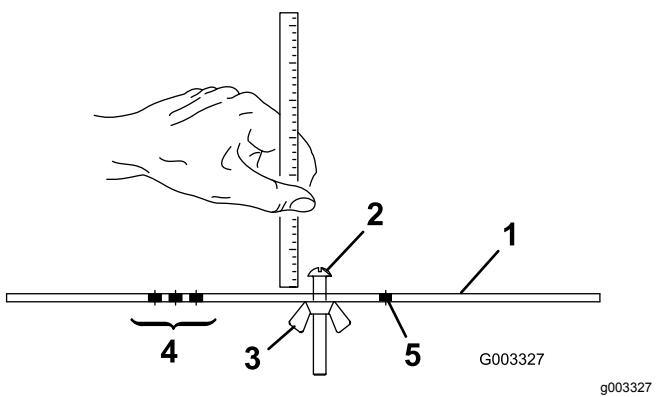

Figura 23
2. Allentate il dado sulla barra di misura (Figura 23) e posizionate la vite di regolazione all'altezza di taglio opportuna.